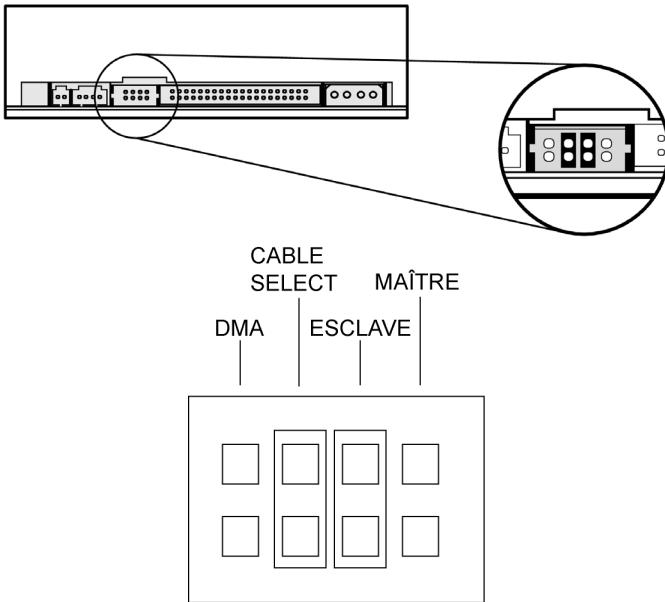

Figure 47 : Placez les cavaliers devant les broches ESCLAVE et CABLE SELECT pour effectuer les diagnostics d'auto-test sur le PX-716A.
5. Installez le cavalier supplémentaire pour que les positions CABLE SELECT et ESCLAVE soient interconnectés, tel que montré à la Figure 47.